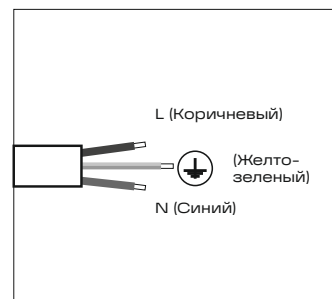

Рис. 3
- 5.14 Для выполнения электрических подключений обратиться к схеме на рис. 3.